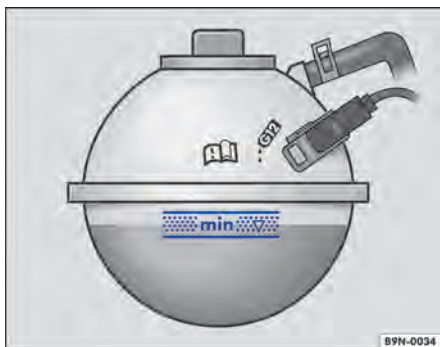

Fig. 136 No compartimento do motor: marcação no reservatório de expansão do líquido de arrefecimento do motor.
- Com o motor frio, verificar o nível do líquido de arrefecimento do motor pela marcação lateral do reservatório de expansão do líquido de arrefecimento do motor ⇒ Fig. 136.
- O nível do líquido de arrefecimento do motor deve permanecer dentro da marcação do reservatório de expansão do líquido de arrefecimento do motor ⇒ Fig. 136. **Não completar acima da borda superior da área demarcada** ⇒ ⓘ!
- Completar com líquido de arrefecimento do motor somente até a borda superior da área demarcada ⇒ Fig. 136. Caso contrário, ao aquecer-se, o líquido excedente será expulso do sistema de arrefecimento do motor e poderá ocasionar danos.